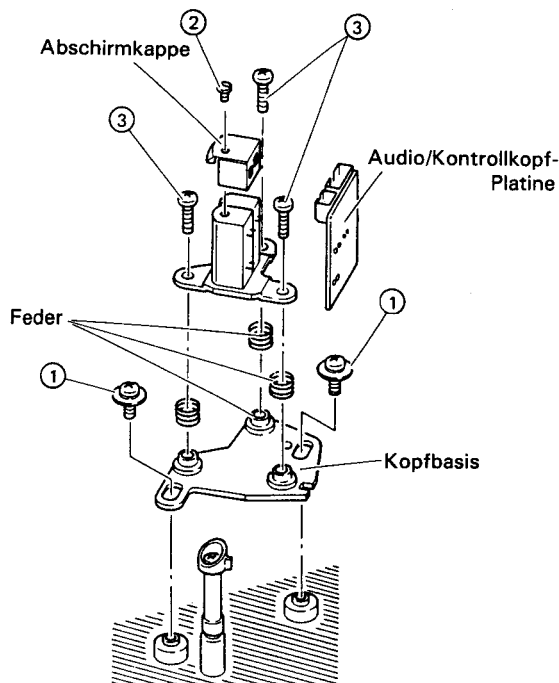

Abb. 1-5-4 Austausch des Audio/Kontrollkopfes
1. Die Stecker CN1 und CN2 von der Platine A/CTL HEAD (Audio-kontrollkopf) abtrennen (siehe Abb. 1-5-4).
2. Die Schrauben ① entfernen und den Audio-Kontrollkopf mit der Kopfbasis entfernen.